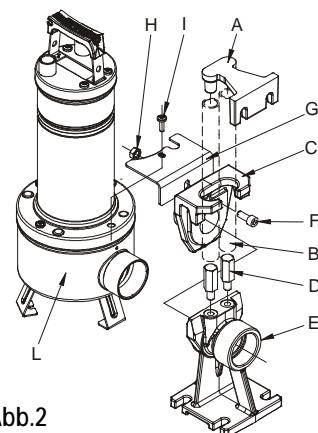

Abb.2
Für Festinstallationen empfiehlt sich die Anwendung einer Hebevorrichtung DSD2 (auf Anfrage lieferbar - **Abb.2**), um Wartungsarbeiten an der Elektropumpe zu erleichtern. Diese Vorrichtung, die zwischen der Förderöffnung der Elektropumpe und der Rohrleitung eingefügt
Der Stützfuß wird auf dem Boden des Behälters positioniert und mit entsprechend zu bemessenden Expansionsschrauben befestigt. Der Rohrführungsbügel wird am oberen Teil des Schachts positioniert und am Ende von zwei Rohren 3/4" (nicht in der Lieferung enthalten), die als Rutsche dienen, eingeführt. Die beiden Rohre verbinden den Bügel mit dem Stützfuß. Den Basisbügel so in der Nähe der Auslaßmündung ausrichten, daß er den Filter der Pumpe berührt, und mit den beiden Schrauben für die Befestigung des Filterdeckels fixieren. Die obere Schraube des Flansches von der Seite des Auslasses (I) her ausbauen. Die Drehsperre (G) einbauen. Die Schraube (I) wieder einschrauben. Den Schlitten vom Kopplungsfuß ausbauen und mit der Auslassmündung der Pumpe verbinden. Unter Verwendung der Schraube F und der Mutter H den Schlitten an der Pumpe befestigen, wie in der Abbildung gezeigt. Die Gruppe bestehend aus Schlitten/Pumpe wieder am Fuß positionieren (Abb.2).